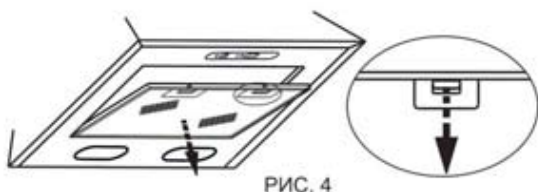

РИС. 4
- перед установкой зонта снимите алюминиевый фильтр, для этого нажмите на пружинный замок на фильтре и потяните фильтр вниз и на себя (рис. 4);
8.3 Для очистки алюминиевого фильтра извлеките его из зонта (рис. 4) и произведите его очистку с помощью щетки горячим водным раствором нейтрального моющего средства вручную или в посудомоечной машине (при 60°C).
- снимите алюминиевый фильтр (рис. 4);